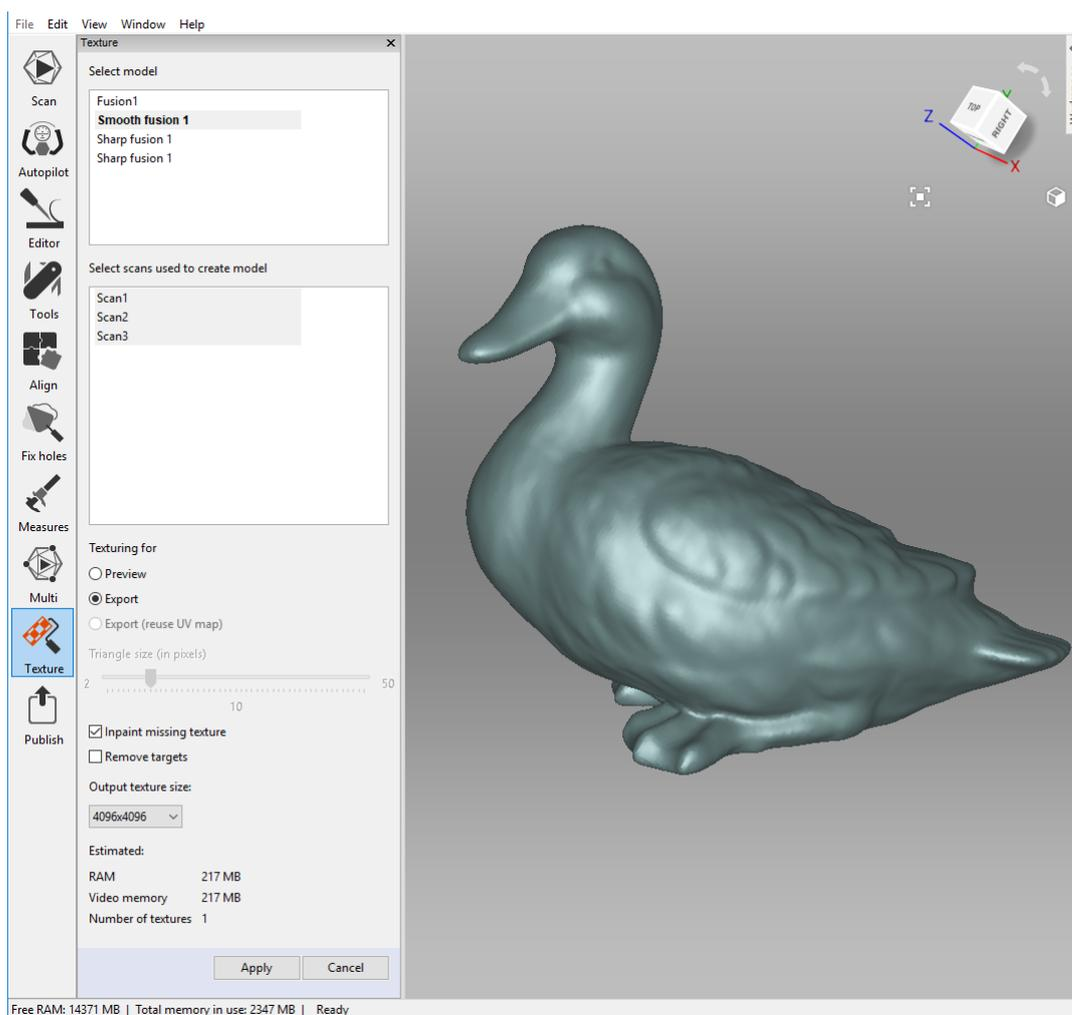

Abbildung 93: Eine Methode zur Texturübertragung auswählen und deren Parameter anpassen.
2. Aus der ersten Liste ein Modell auswählen (siehe *Abb. 93*); auf dieses Modell wendet Artec Studio die Texturen an